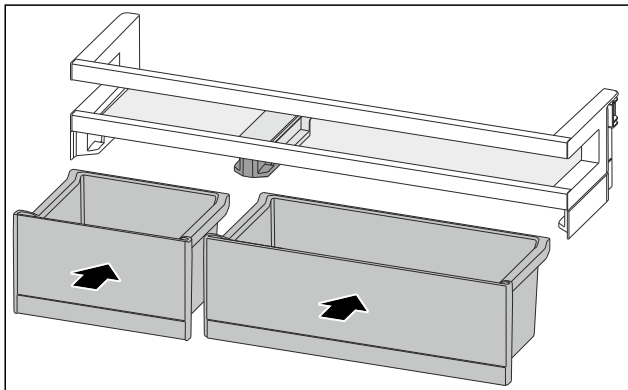

Fig. 88
- ▶ VarioBoxen in gewijzigde toewijzing plaatsen. (zie Fig. 88)